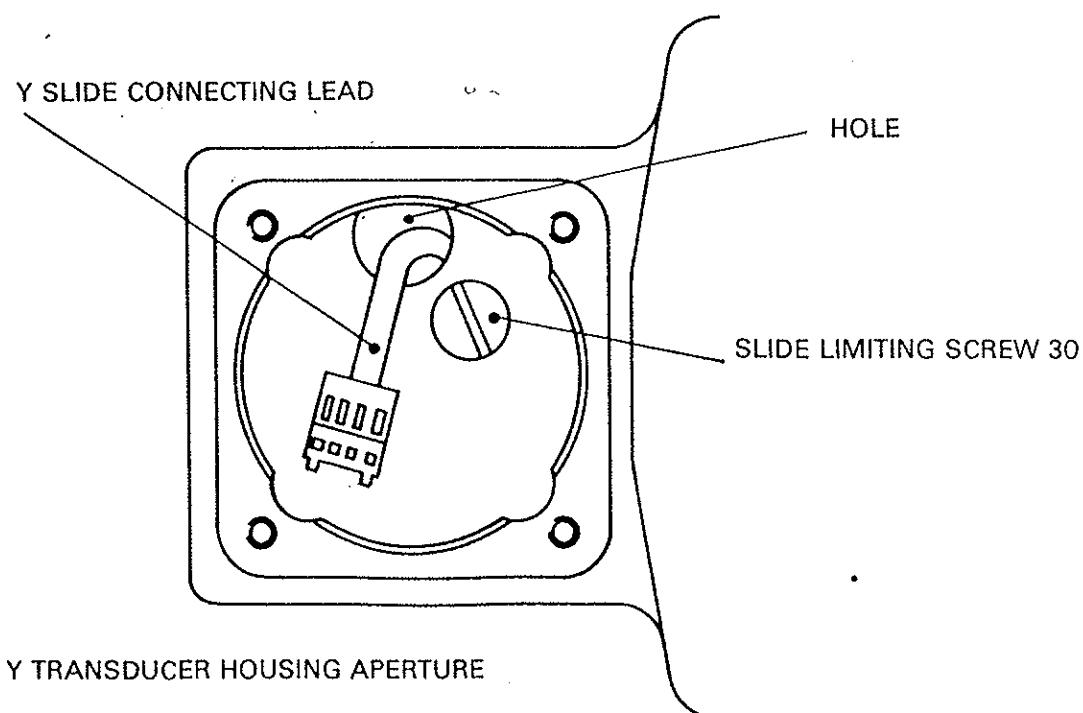

Fig 26a.
- 17-9 コネクター本体から出ている細いワイヤーを断線させたり引っ張りたりしないように気を付けて、Yスライド接続リード線をYトランスハウジングの穴に通して下さい。（図26a参照）